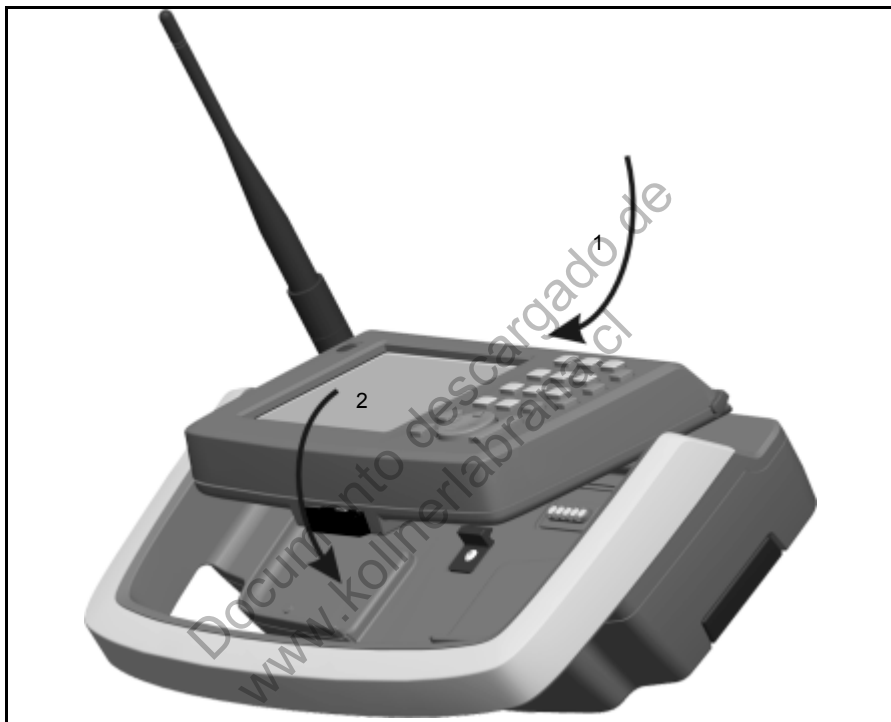

Figura 7.53 Conexión del Trimble CU al soporte robótico de Trimble
1. Enganche la parte superior del Trimble CU sobre el borde superior del soporte (1).
2. Empuje la parte inferior del Trimble CU hacia el soporte hasta que encaje perfectamente y haga clic (2). Véase la Figura 7.53.